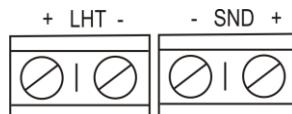

Рисунок 2
- 3) подключить клеммы оповещателя (рисунок 2) к источнику питания в соответствии с выбранной схемой подключения.